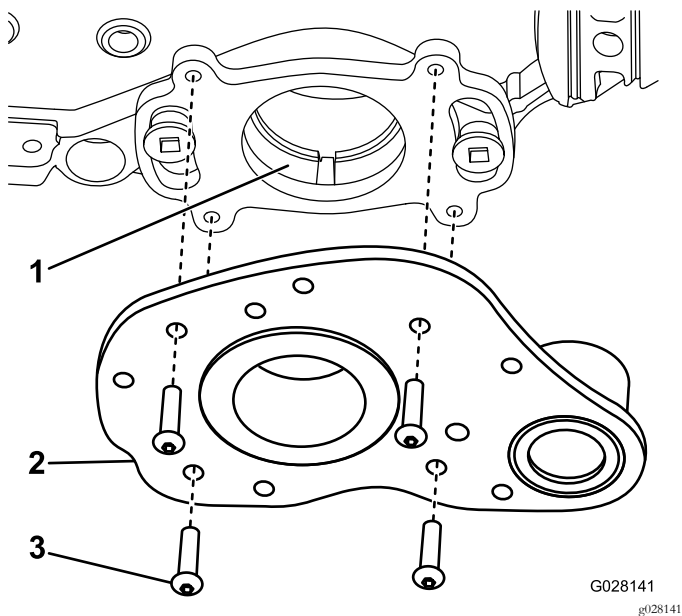

图9
2. 在 O 形圈和导向孔上涂抹一薄层润滑脂**图9**。
3. 使用 4 个螺丝将驱动组件固定至后安装板 (**图9**)。